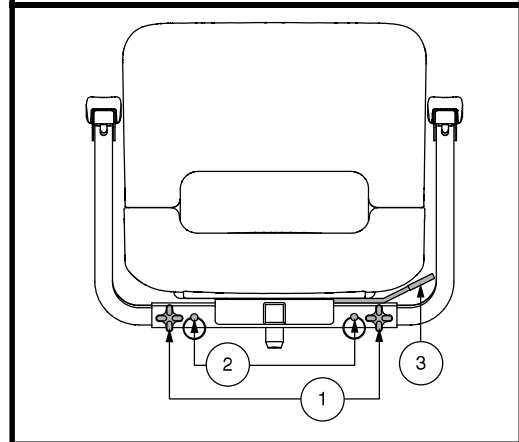

Figura 28. Regolazioni del sedile
1. Allentare le manopole di regolazione del bracciolo. **Vedere figura 28.**